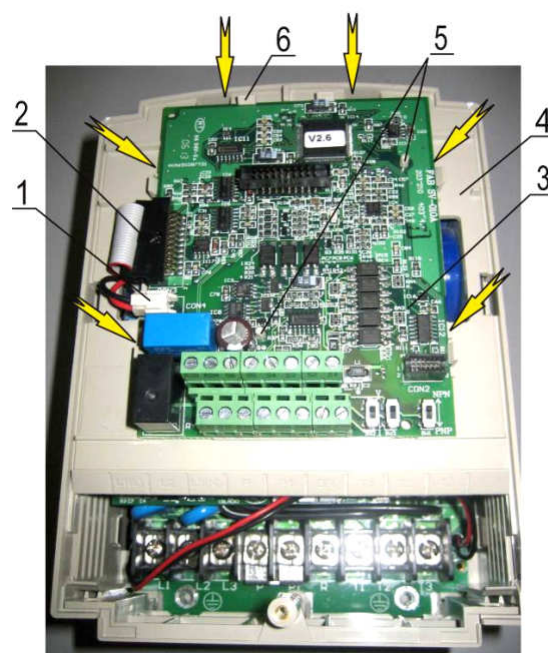

Рис. 6.4
6.3.1. Отсоединить разъемы провода питания платы ЦП (1) и шлейфа ЦП (2) от разъемов на плате ЦП (3) (рис. 6.4).
6.3.2. Отжать поочередно фиксаторы (6) от платы ЦП (3) в местах, отмеченных стрелками, и демонтировать плату ЦП с направляющих (5) (рис. 6.4). Положить плату ЦП в тару.